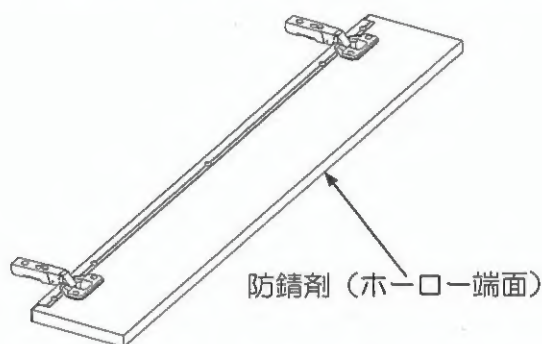

図8-3
②扉と横エッジのカット、取付
(1) [8] -①で計算した寸法に扉をカットし、ホーロー端面に防錆剤を塗布してください。(図8-3)